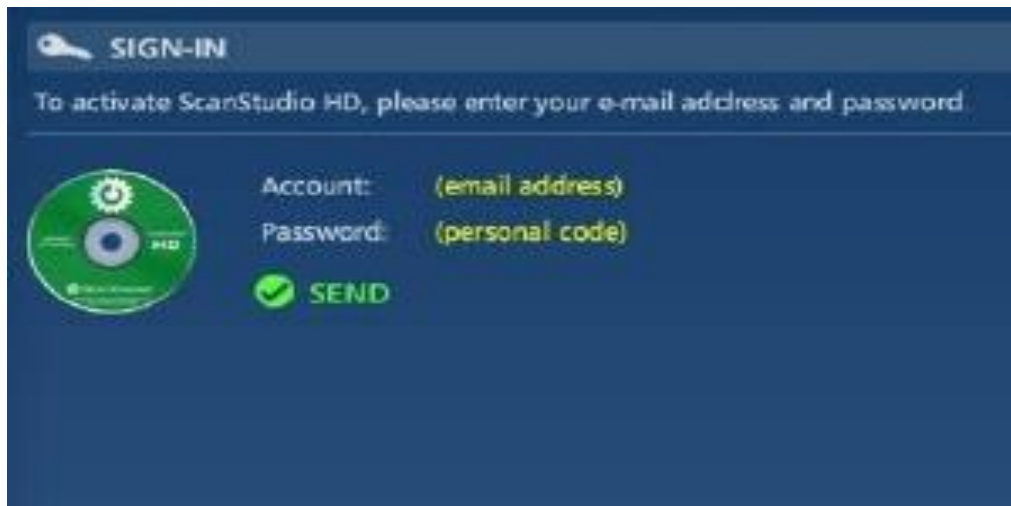

Figura 13. Activación del software ScanStudio.
13. El programa se ejecuta, y seguidamente se muestra una ventana que le solicitará el correo y la contraseña ver Figura 13, el programa lo solicita para su activación.